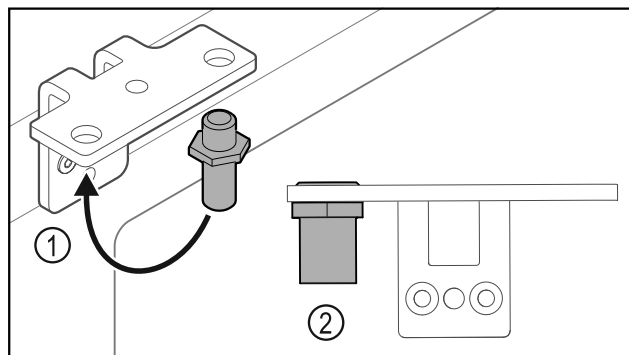

Fig. 27
- Μεταφέρετε τον πείρο Fig. 27 (1) στη γωνία μεντεσέ.
- Σφίξτε τον πείρο Fig. 27 (2) με ροπή 12 Nm.